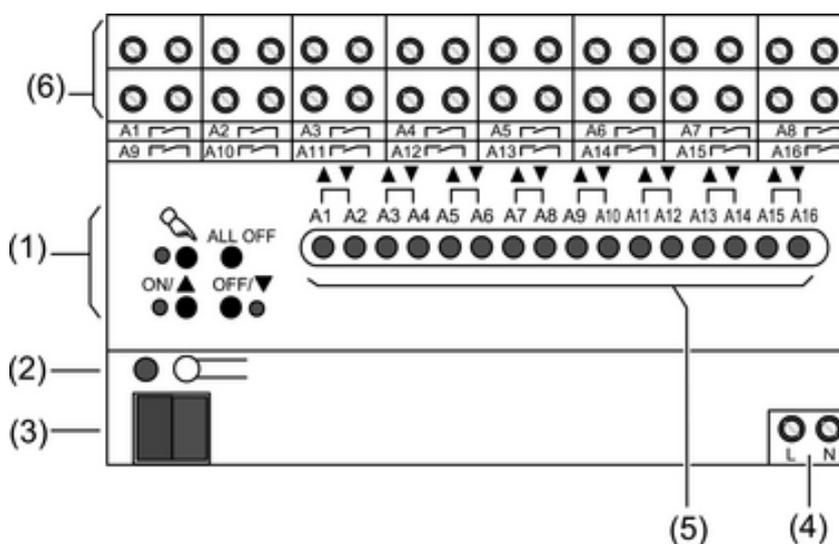

Figure 1
Les LED d'état **A1... (5)** indiquent les états des sorties (figure 1).